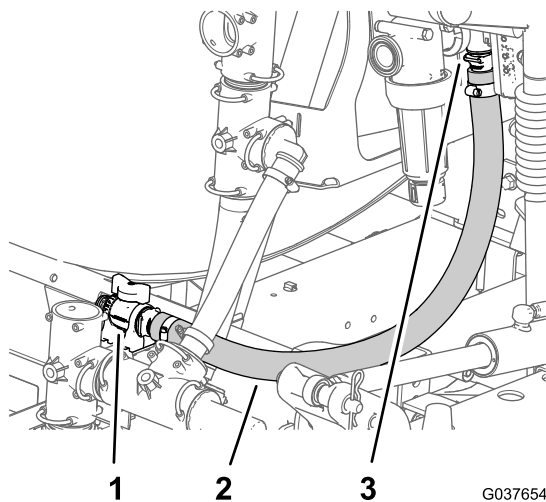

Figura 55
2. Encaminhe o tubo para a válvula de aceleração da agitação (Figura 55).